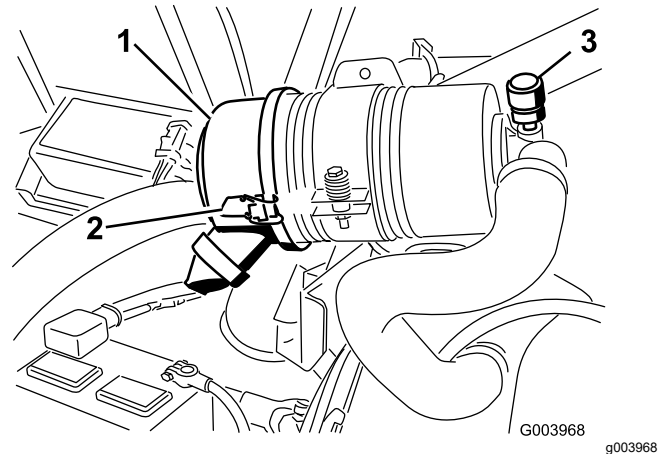

Figura 73
Faça a manutenção ao filtro de ar apenas quando o indicador de serviço (Figura 73) o exigir. Mudar o filtro de ar antes de ser necessário apenas aumenta a possibilidade de entrar sujeira no motor quando se retira o filtro.
1. Liberte os trincos que fixam a cobertura do filtro de ar ao respetivo corpo (Figura 73).